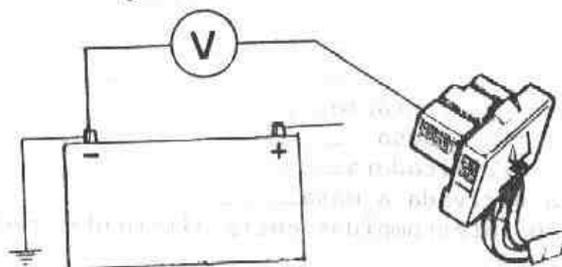

Fig. N-1 Comprobación de continuidad en cables del enchufe
- 1.1.4. Accionar el contacto e intercalar un voltímetro de escala 0 á 20, conectando el terminal negativo de éste a masa y el positivo se irá conectando a cada uno de los terminales de enchufe (Fig. N-1) debiendo indicar tensión en todos. De no ser así, localizar el fallo y corregirlo.